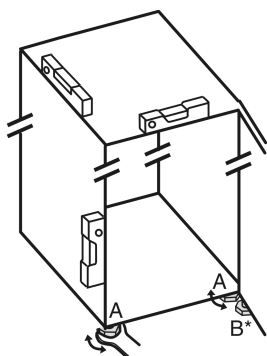

Fig. 46
- Izmantojot pievienoto uzgriežņu atslēgu un līmeņrādi, izskrūvējiet kājiņas Fig. 46 (A), līdz ierīce ir noregulēta stabilā un taisnā stāvoklī.
- Izmantojot pievienoto uzgriežņu atslēgu, izskrūvējiet kājiņu Fig. 46 (B) no gultņa balsta, līdz tas atrodas uz grīdas.
- Kājiņu Fig. 46 (B) turpiniet griezt maksimāli par 90°, lai novērstu durvju sabojāšanu.